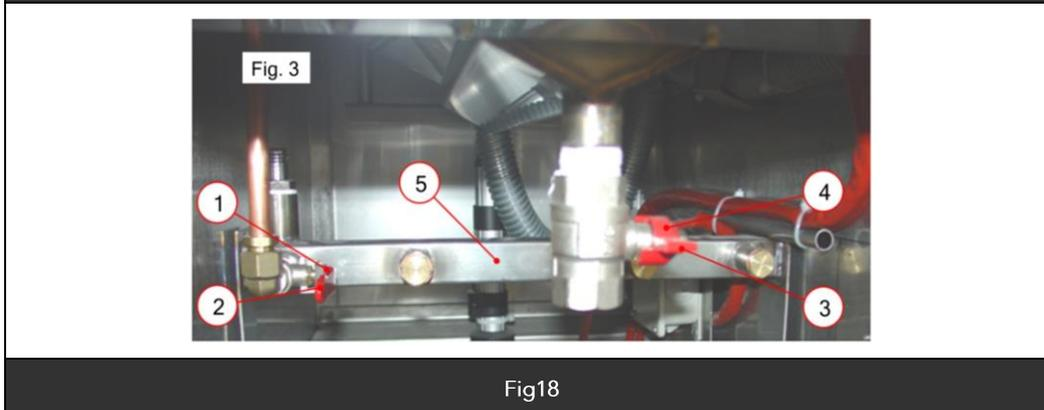

Fig18
- Ouvrir la vanne de vidange du bac de friteuse. (Fig18 Rep3)
- Une fois la vidange de la friteuse effectuée, fermer la vidange et ouvrir la vanne de remplissage. (Fig18 Rep2)